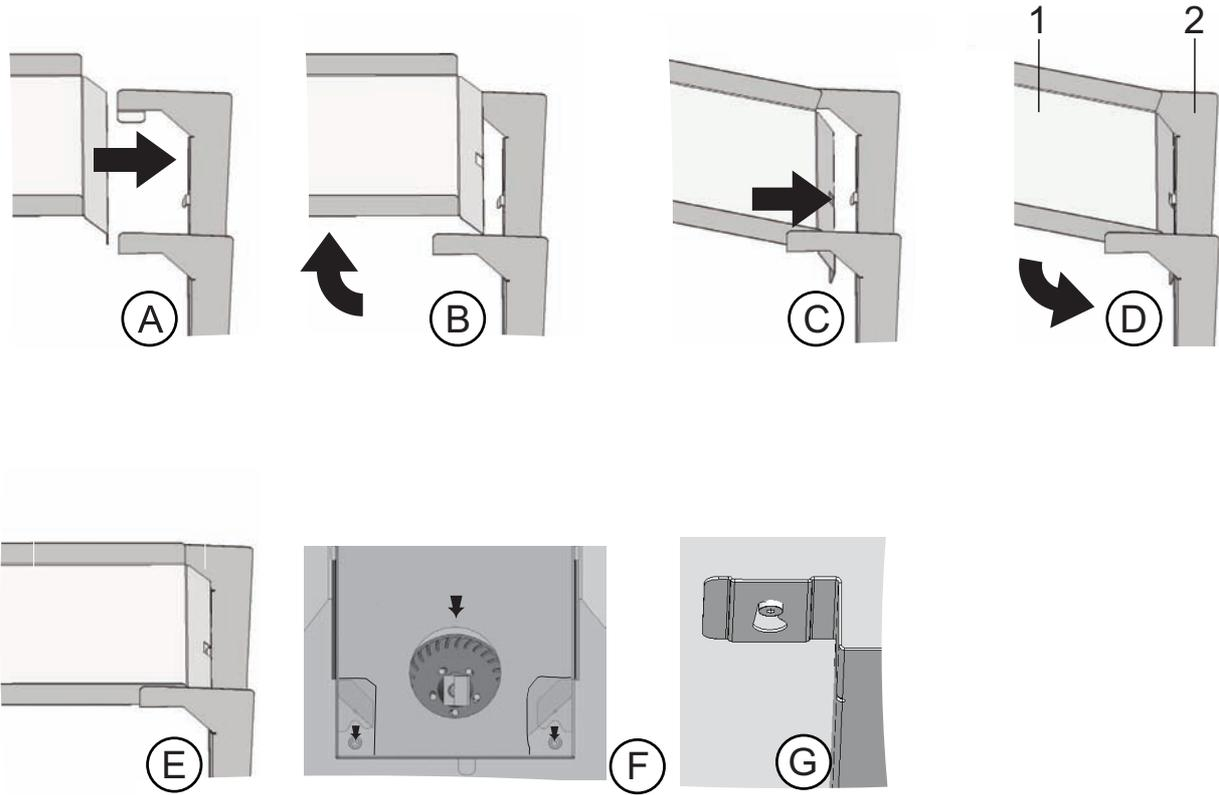

Figura 4-3. Ensamblar la conducción de aire
1. Ensamblar la parte superior (1/Figura 4-3) de la conducción de aire con la pieza trasera (2/Figura 4-3) después de Figura 4-3, pasos A-E. Al hacerlo debe comprobarse que la brida auxiliar de posicionamiento de la parte trasera en el paso C en Figura 4-3 encaje en el agujero cuadrado correspondiente de la parte inferior.
2. Colocar el alma en el pie de la parte trasera (2/Figura 4-3), en los dos espárragos de la pared trasera e inclinar hacia atrás la guía de aire.
3. Encajar los agujeros para llave laterales en la parte superior (paso G/Figura 4-3) en los tornillos de fijación de la tapa del recinto útil.